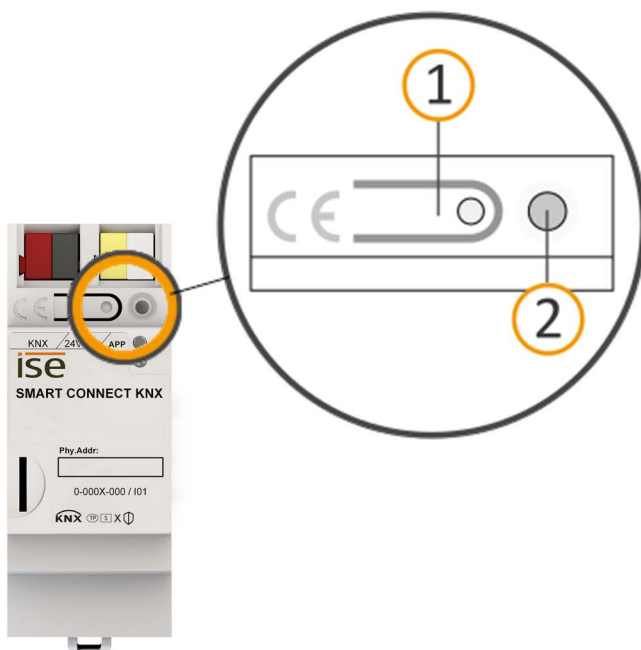

Abbildung 22: Programmierung
1. Drücken Sie kurz die Programmiertaste (siehe Abbildung 22, Pos. 1). Alternativ können Sie die Programmiertaste auch über die Gerätewebseite betätigen. Die Programmier-LED (siehe Abbildung 22, Pos.2) leuchtet rot.
1. Drücken Sie die Programmier­taste (siehe Abbildung 22, Pos. 1) und halten Sie diese weiter gedrückt, während Sie die Spannungsanschlussklemme aufstecken.